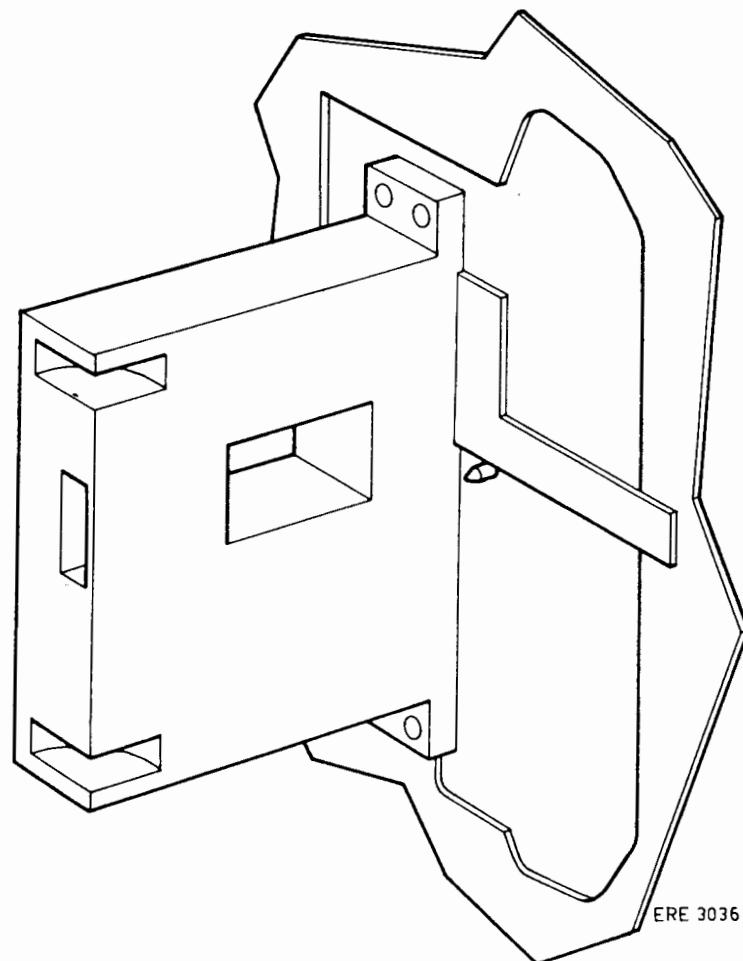

Fig. 3
Reposer équerre sur broche 1, fig. 3 et apporter un fin trait-repère sur le cabinet du projecteur.
- . Déplacer mécanisme pour que repères correspondent aux équerres placées selon fig. 3 et 4.
If rattle is audible, when the projector is operated without film, and if this rattle disappears when pivot screw K is turned in slightly further, this means that framing bushing D does not fit tight. The bushing should be replaced (see Service Notes, page 11, Fig.3).
Erzeugt der Projektor ohne Film einen rasselnden Ton, der bei geringem Eindrehen der Zapfenschraube K aufhört, so weist dies auf eine nicht ausreichend klemmende Bildverstellungsbuchse D. In schem Falle ist die Buchse zu ersetzen (siehe Kundendienstanleitung Seite 11, Bild 3).